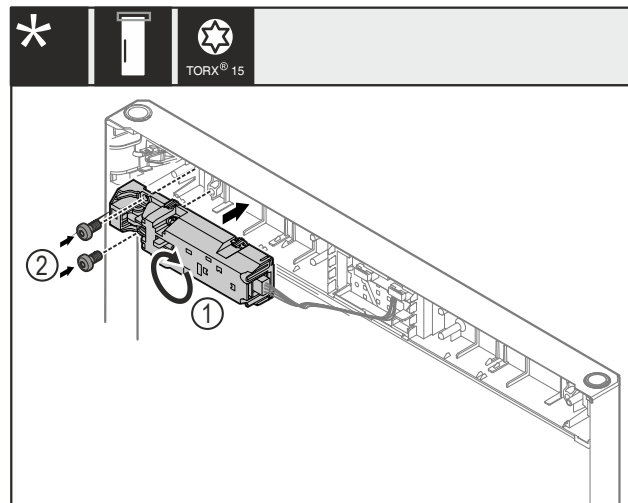

Fig. 22
- Fernschloss Fig. 22 (1) um 180° drehen und auf Gegenseite montieren.
- Fernschloss Fig. 22 (1) mit Schrauben Fig. 22 (2) befestigen.